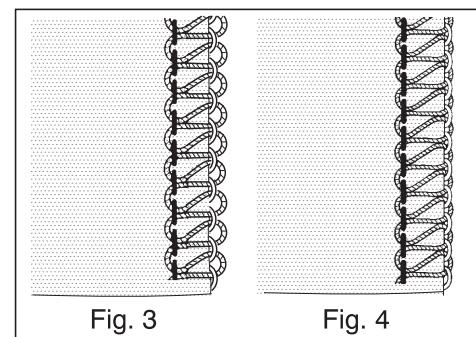

Fig. 3
La forma de lazo está demasiada floja, cuando cose con el material de género ligero usando 3 hilos (sólo la aguja izquierda), y fijando el dial de anchura de costura en 4 - 4.5 (Fig. 3). En estos casos, cambiar el dedo de puntada a (B) para obtener una mejor puntada (Fig. 4).